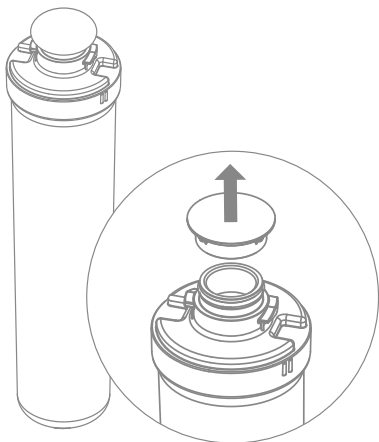

Рис. 1
1. Удалите защитные колпачки с картриджей (рис. 1).